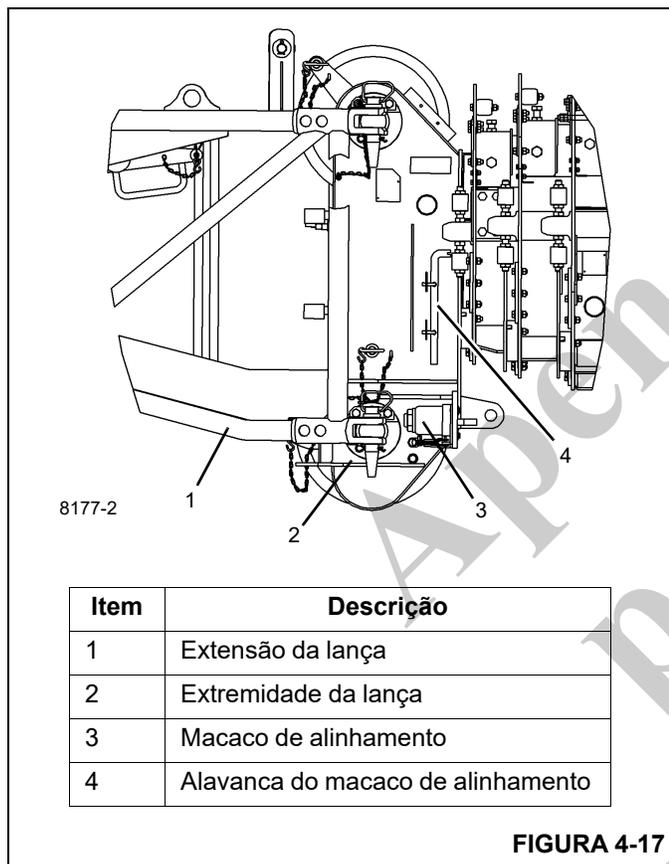

FIGURA 4-17
15. Usando a alavanca do macaco (4, Figura 4-17) armazenada no lado esquerdo da extremidade da lança, estenda o macaco de alinhamento da extensão da lança (3, Figura 4-17) até que o pino de fixação esquerdo inferior esteja livre do ponto de fixação e das conexões de fixação da seção da base da extensão da lança e extremidade da lança. Remova o pino de fixação e retraia-o na seção da base da extensão da lança.